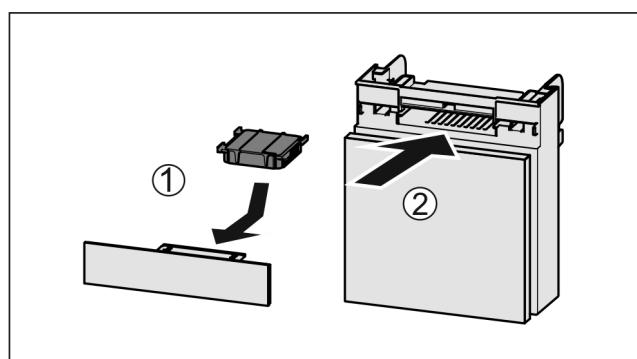

Fig. 77
- Поставете Fig. 77 (1) филтъра с активен въглен, както е показано на фигурата.
► Вкарайте Fig. 77 (2) отделението.